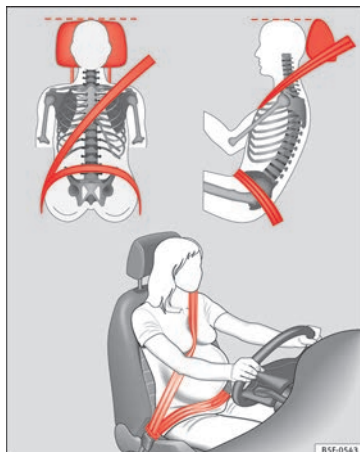

Fig. 10 Colocação da faixa do cinto na zona dos ombros e na zona pélvica e no caso de mulheres grávidas.
- A faixa superior do cinto de segurança tem de passar sensivelmente por cima do meio do ombro e nunca por cima do pescoço ou do braço. O cinto de segurança tem de ficar bem cingido ao tronco do ocupante» **Fig. 10.**
» **Fig. 10.** Se necessário, encurtar um pouco a faixa do cinto de segurança.